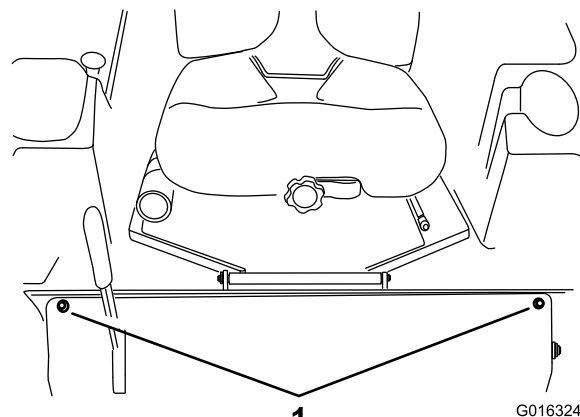

Figura 3
1. Retire y guarde los 2 pernos UNC (Figura 3).